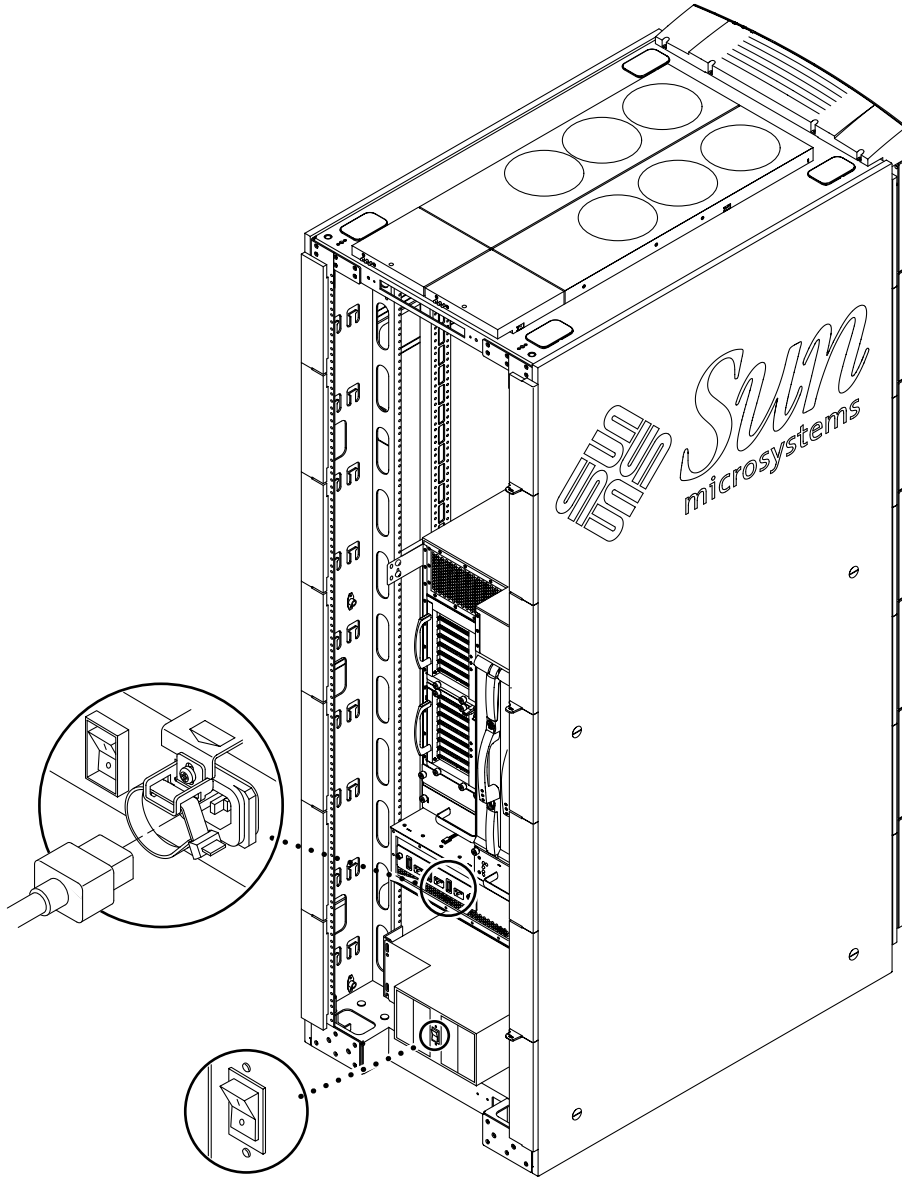

图 3-3 安装在 Sun Fire E4900 系统上的机柜的电源开关位置
1. 确保 Sun Fire 机柜上的各个电源开关均设为 Off（关闭）（图 3-3）。
1. 将所有电源开关都设到 **On** (打开) 位置 (图 3-3)。
6. 将所有电源开关都设到 **Off** (断开) 位置 (图 3-3)。